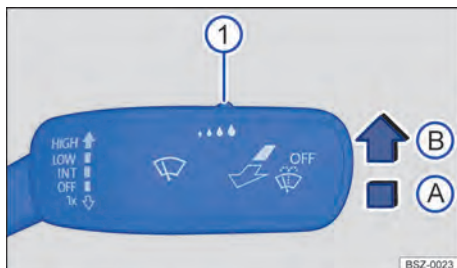

Fig. 94 À droite sur la colonne de direction : levier d'essuie-glace
1. Poussez le levier dans la position souhaitée → fig. 94.
Il est possible de régler manuellement la sensibilité du détecteur de pluie et de luminosité à l'aide de la commande intégrée au levier d'essuie-glace → fig. 94 ① → ⚠.